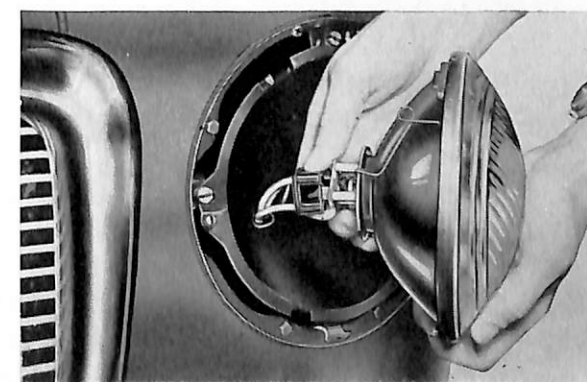

Bild 67. Demontering av kopplingskontakt.
3. Lossa kopplingskontakten från lamphållaren genom att draga den rakt ut enl. bild 67.